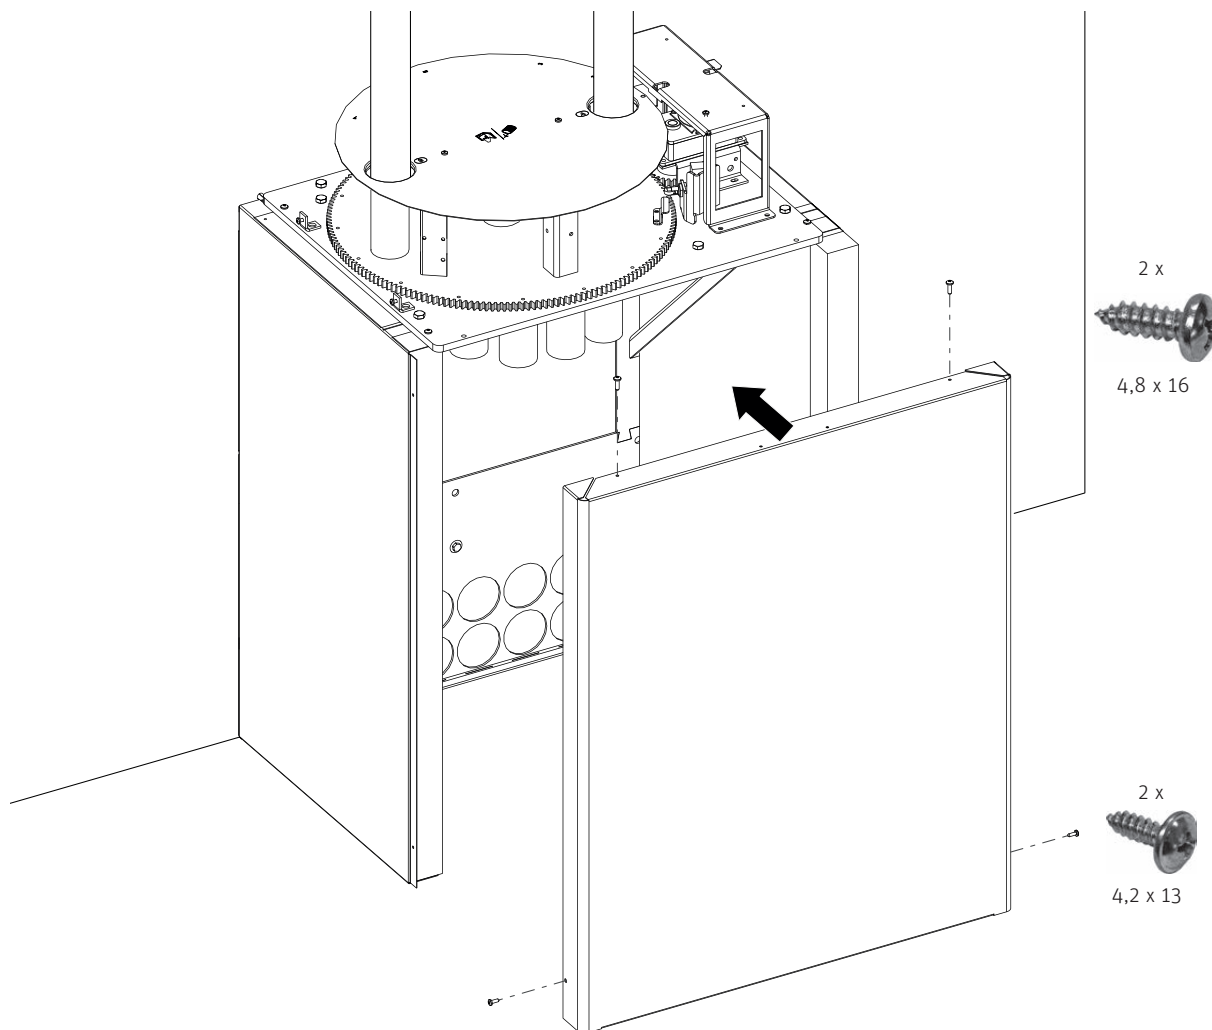

Fig. 32 Montaggio della parte frontale.
- Fissare la sezione frontale in cima con 2 viti autofilettanti 4.8 x 16 e lateralmente con 2 viti autofilettanti 4.2 x 13 – Fig. 32.